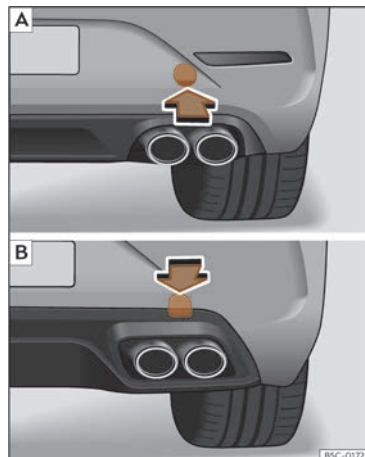

Fig. 208 A la part dreta del para-xocs del darrere: retirar la tapa. **A)** Leon Sportstourer; **B)** Leon.
L'allotjament de l'argolla de remolc enroscable es troba al costat dret del para-xocs posterior, al darrere d'una tapa >>> **fig. 208**.
- **Leon Sportstourer:** Pressioneu sobre la zona inferior de la tapa >>> **fig. 208 A** per desencastar-la.
- **Leon:** Pressioneu sobre la zona superior de la tapa >>> **fig. 208 B** per desencastar-la.
- Enrosqueu l'argolla de remolc a l'allotjament girant-la al màxim en el sentit contrari al de les agulles del rellotge >>> **fig. 208**, >>> **fig. 208**. Utilitzeu un objecte adequat amb el qual pugueu enroscar completament i fermentar l'argolla de remolc en el seu allotjament.